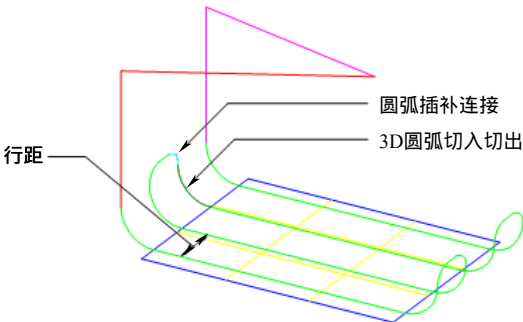

图 7-32 3D 圆弧半径的设定
(4) 3D 圆弧 一般在补加工中才设定 3D 圆弧切入切出方式。激活“3D 圆弧”接近方式后，可以输入半径 R 和最大最小插补半径 R。各个选项的含义如下：
- 【半径】：设定 3D 圆弧切入切出的半径，如图 7-32 所示。